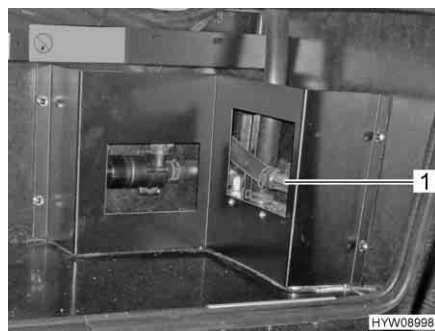

Fig. 136 Scambiatore di calore (Alde)
- Posizionare la maniglia (Fig. 136,1) del rubinetto di chiusura parallelamente alla tubazione.
- Posizionare la maniglia (Fig. 136,1) del rubinetto di chiusura verticalmente rispetto alla tubazione.